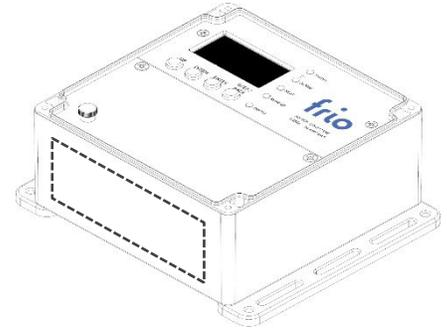

Figure 1 : Face inférieure du contrôleur Frio S1 indiquant l'emplacement des perforations nécessaires pour le câblage.
2. Retirez le couvercle de câblage blanc et replacez le couvercle transparent pour vous assurer de ne pas endommager les composants. Percez des trous sur la face inférieure du contrôleur à l'intérieur de la ligne pointillée indiquée sur la figure 1 et retirez tous les copeaux de plastique. Ne percez pas de trous à moins de 12mm (0,5 po) du bord du boîtier. Montez vos conduits et raccords de câbles.